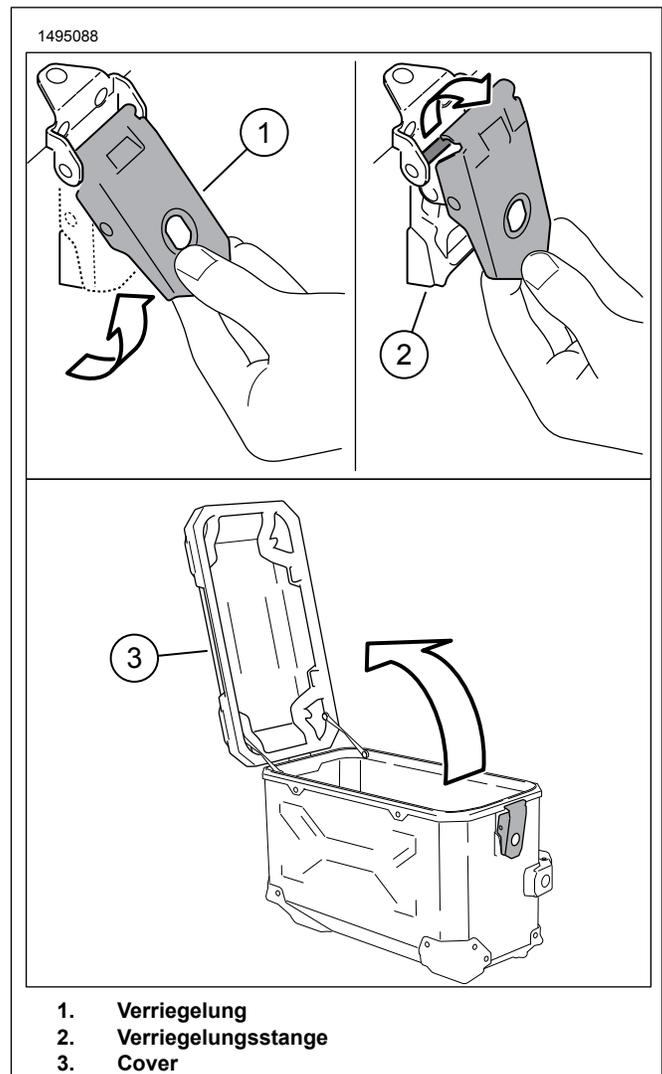

Abbildung 2. Öffnen des Deckels
1. Abbildung 2 Die Verriegelung (1) des Deckels (3) nach oben ziehen.
2. Die Verriegelung von der Verriegelungsstange (2) entfernen.
3. Den Deckel öffnen (3).